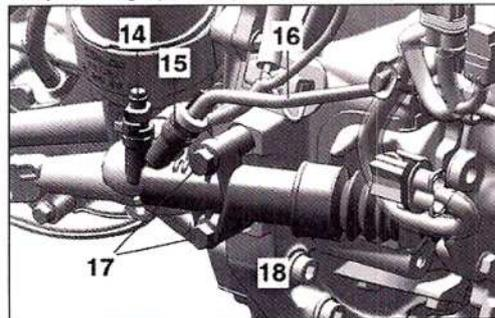

FIG. 8
- Separar la grapa (15) y el tubo (16) (Fig.8).